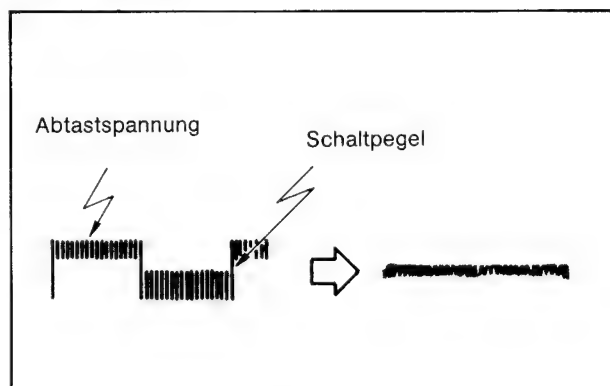

Bild 3-37
4. Mit R 100 Schaltpegel auf gleiche Höhe und Minimum bringen (Bild 3-37).